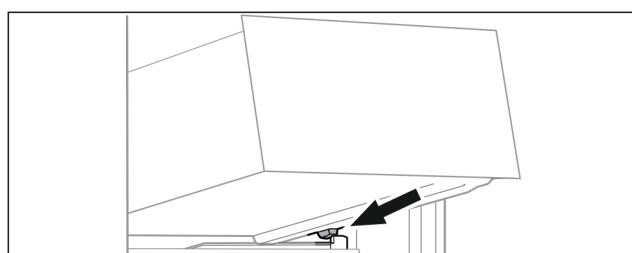

Fig. 63
- Наклоняя вниз, установите выдвижной ящик за стопоры на контейнерное ребро. (см. Fig. 63)